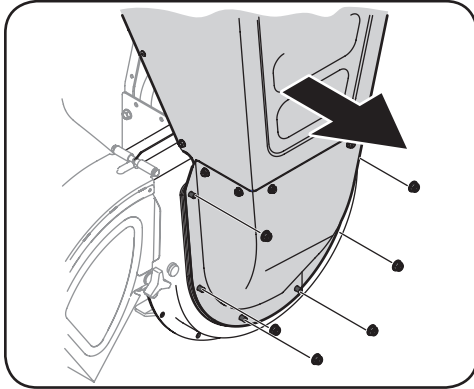

Figura 5-15
5. Saque las seis tuercas con reborde que sujetan la guía de ingreso de la tolva a la caja del motor. Vea la Figura 5-15.